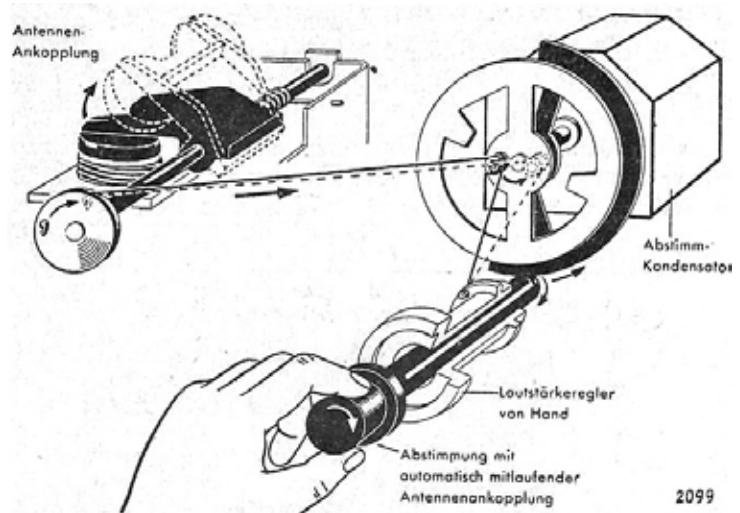

Abb. 25.
Einzelteile auf möglichst geringe Verzerrungen linearer und nichtlinearer Art dimensioniert sind und eine Gegentakt-Endstufe 2 x RE 604 benutzt wird. Der Drei- und der Vierröhren-Empfänger werden in Schatullen mit Türen eingebaut, während der Einkreiser in dem bekannten, gefälligen Schleiflackgehäuse erschienen ist. In technischer Hinsicht zeichnen sich die beiden grossen Geräte durch die Einführung der Still-Abstimmung aus; drückt man den Abstimmknopf ein, so verstummt der Lautsprecher und man kann mit dem Zeiger über die Skala wandern, ohne die nichtgewünschten Sender und den Krach zwischen ihnen zu hören. Der Einkreiser hat eine neuartige Spulenanordnung erhalten, und zwar werden Eisenspulen benutzt, und es wird eine Kupplung zwischen dem Abstimmkondensator und der Rückkopplung eingeführt dergestalt, dass die Antennenkopplung durch Betätigung des Abstimmgriffes im richtigen Sinne mit verstellt wird (Abb. 25). Infolgedessen hat der Empfänger über den ganzen Bereich konstante Empfindlichkeit.
**Telefunken** Das Programm der Telefunken-Gesellschaft umfasst einen Einkreis-Zweiröhren- und einen Zweikreis-Dreiröhren-Geradeaus-Empfänger wie einen Drei-, Vier- und Sechsröhren-Superhet. Der Einkreis-Zweier ist schaltungsmässig und in der Art des Spulenaufbaues dem beschriebenen Siemens-Empfänger gleich (Abb. 25), und auch das Dreiröhrengerät stimmt mit dem von Siemens weitgehend überein, bis auf die Stumm-Einstellung, die beim Telefunken-Gerät nicht vorhanden ist. Neben dem Dreiröhren-Geradeaus-Empfänger (bietet die Firma einen reflexfreien Dreiröhren-Superhet eigenwilliger Form, der schaltungsmässig aus einer Mischröhre, einer Zwischenfrequenzstufe, einem Zweipol-Gleichrichter und einer Endstufe besteht. Der Vierröhren-Superhet ist von Standard-Bauart; er hat Eingangsbandfilter und zwei je zweikreisige Zwischenfrequenz-Bandfilter, Schwundausgleich und auch eine selbsttätig wirkende Störsperr.